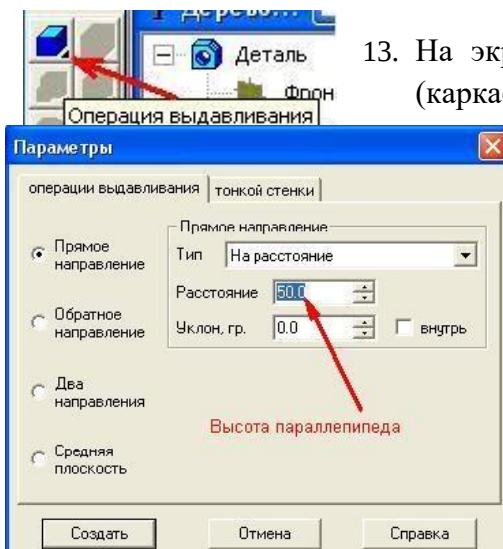

Рис.6
12. На Инструментальной панели ЛКМ нажать на кнопку «Операция выдавливания» (Рис.6).